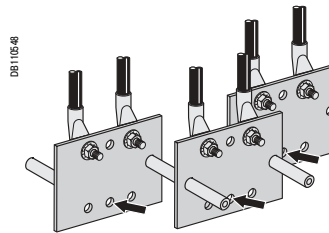

Рис. 21. Подключение силовых кабелей к контактным пластинам (шкафы A1 и A2)
- К контактным пластинам (рис. 21, 24).